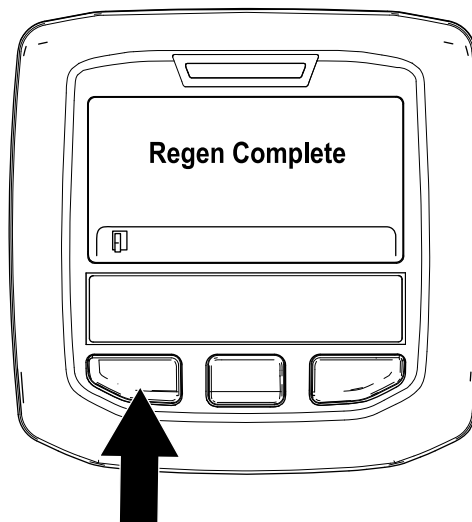

Figure 46
9. La régénération en stationnement est terminée quand le message « Regen Complete » (régén. terminée) s'affiche dans l'InfoCenter. Appuyez sur le bouton gauche pour quitter l'écran d'accueil (Figure 46).